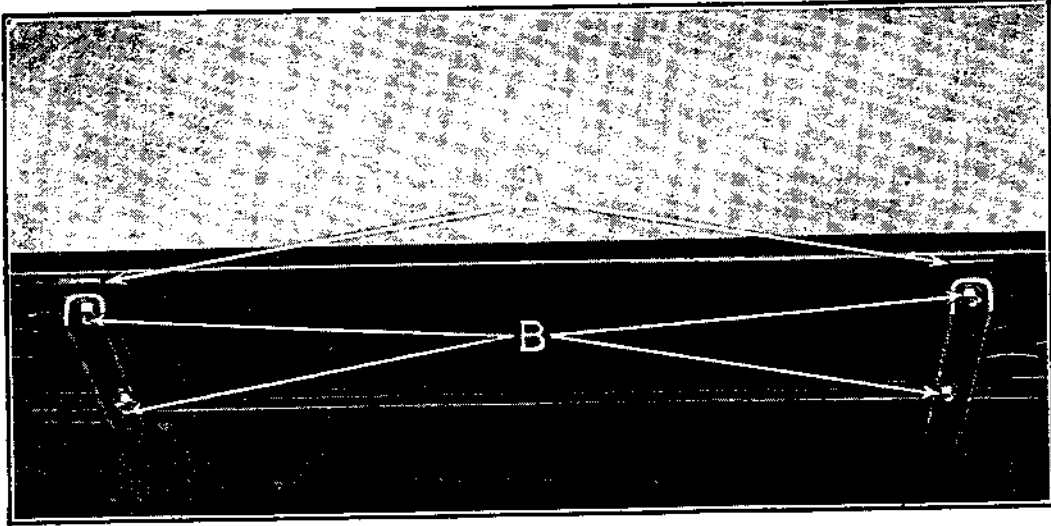

Fig. 107
- b) Mettre les cales de marchepieds (voir A, fig. 107) en place sur les supports.